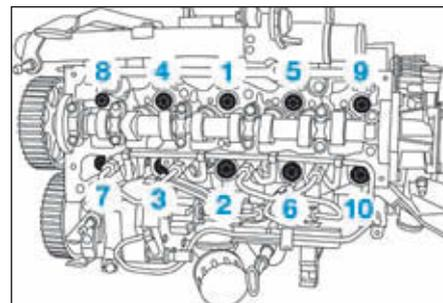

FIG.96
- Serrer les vis de culasse en respectant l'ordre (Fig.96).